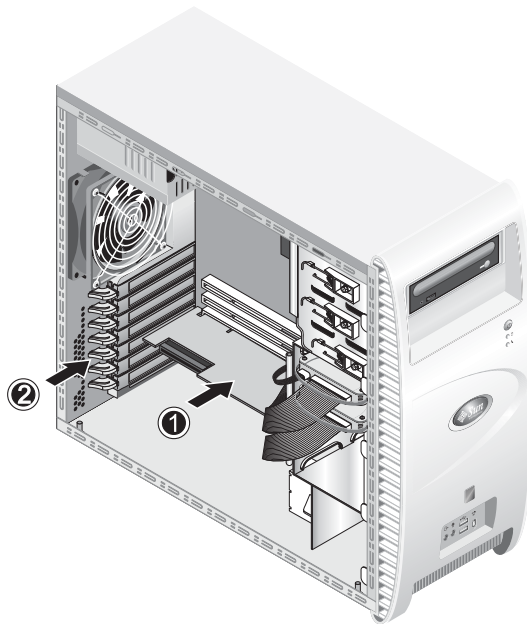

ABBILDUNG 4-16 Einbauen der PCI-Karte
8. **Führen Sie die PCI-Karte in den ausgewählten Steckplatz ein und drücken Sie sie fest (siehe (1) in ABBILDUNG 4-16).**
9. **Drücken Sie den Halteclip wieder nach innen in das Gehäuse, bis er einrastet (siehe (2) in ABBILDUNG 4-16).**